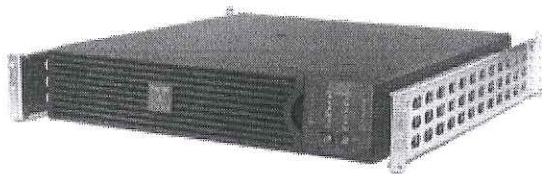

Рисунок 1 - Источник бесперебойного питания
5.3.3 Питание составных частей КСО осуществляется через источники бесперебойного питания (см. рисунок 1), работающие от однофазной дублированной линии сети переменного тока с номинальным напряжением 220 В (фаза-ноль) и частотой 50 Гц. Источники бесперебойного питания содержат аккумуляторные батареи и обеспечивают работу КСО в течение не менее 20 мин при пропадании сетевого напряжения. Подзарядка аккумуляторов в процессе эксплуатации происходит автоматически. Аккумуляторные батареи источников бесперебойного питания, находящихся на хранении, должны подвергаться подзарядке не реже одного раза в 6 месяцев. Подзарядку аккумуляторных батарей производить по методике, изложенной в разделе 10 "Техническое обслуживание":